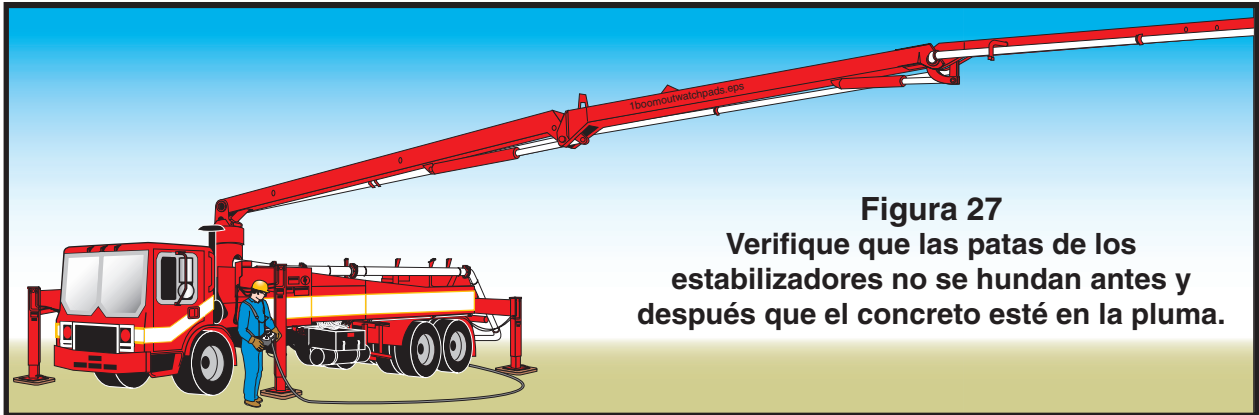

Figura 27
6.25 **⚠️ ADVERTENCIA** ¡Peligro de vuelco! Independientemente de si Ud. conoce la capacidad de soporte de carga del suelo o no, debe probar la colocación de la máquina, moviendo lentamente la pluma vacía sobre cada estabilizador (Figura 27). Si el estabilizador comienza a hundirse, repliegue la pluma en la dirección de donde vino hasta que el peso de la pluma haya sido eliminado del estabilizador. Agregue más enrejado debajo de las almohadillas del estabilizador y siga probando hasta que los estabilizadores queden estables. Cuando ponga concreto en la pluma inspeccione nuevamente los estabilizadores para ver si se están hundiendo. Continúe agregando más enrejado hasta que el suelo pueda aguantar la carga. Después de que comience el vertido